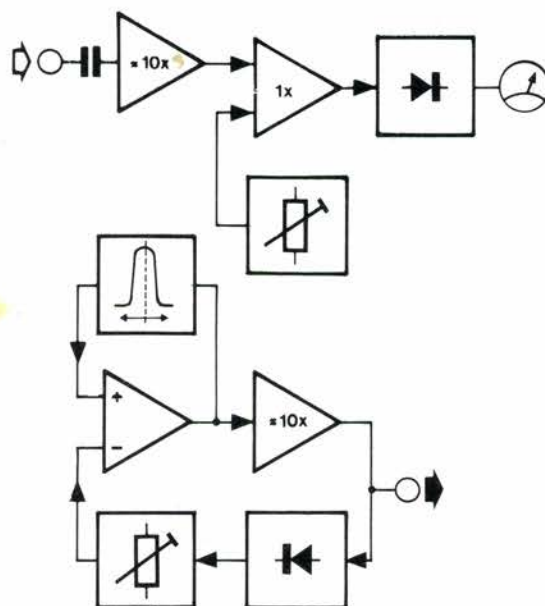

Figura 1. Schema a blocchi del millivoltmetro (parte superiore) e del generatore-iniettore di segnali (parte inferiore dell'illustrazione).
Figura 1. Gli stati logici presenti ai terminali dell'IC in prova, sono mostrati sullo schermo dell'oscilloscopio come si vede. La logica "0" è rappresentata dai cerchietti che sono disegnati in scuro, e la logica "1" dai cerchietti chiari. La figura completa corrisponde alla configurazione dei terminali dell'IC.
Ad alcuni dei nostri lettori, il circuito (figura 1), può sembrare vagamente familiare; è infatti derivato dal famoso progetto del "Preco" pubblicato in precedenza. Con buone ragioni: il Preco, ha dimostrato d'essere affidabilissimo, e tutti coloro che ne hanno misurato criticamente le prestazioni, sono rimasti meravigliatissimi. Quattro transistor per canale possono sembrare un po' eccessivi, ma sia la pratica sopravvenuta con il tempo, che la teoria, hanno dimostrato che i sistemi a due transistori non offrono prestazioni sufficienti; sarebbe allora possibile impiegare tre transistori, ma quattro rendono ottimo il circuito e tale scelta incide ben poco sul costo totale del progetto. L'impedenza d'ingresso è determinata da R1, R3 e dall'impedenza dell'ingresso del T1.
La parte superiore della figura 1, è il circuito a blocchi di un millivoltmetro CA.
Ora, torniamo alla figura 1, schema a blocchi, parte bassa; questa, appunto, rappresenta l'iniettore di segnali. Si tratta di qualcosa di più del solito oscillatore a "ponte di Wien". Il ponte di Wien vi è, ma è inserito come elemento selettivo di filtro nel circuito di controreazione del primo amplificatore operazionale. Facendo sì che il guadagno totale dell'anello sia più grande dell'unità (non vi sono certo pro-
Lo schema a blocchi del contatore completo appare nella figura 1. Come si vede, il circuito ha due ingressi, uno per i segnali a frequenza bassa (LF), e l'altro per i segnali a frequenza elevata (HF). La gamma dei segnali a frequenza bassa, copre lo spettro compreso tra 20 Hz e 10 MHz ed ha una impedenza d'ingresso di circa 1 MΩ. La gamma dei segnali a frequenza più elevata va da 8 MHz a 250 MHz ed ha un'impedenza d'ingresso di 50Ω. S'impiega una logica formata da un prescaler ECL (logica ad accoppiamento degli emettitori) ed un divisore TTL per dividere i segnali all'ingresso dalle frequenze più elevate per 100.